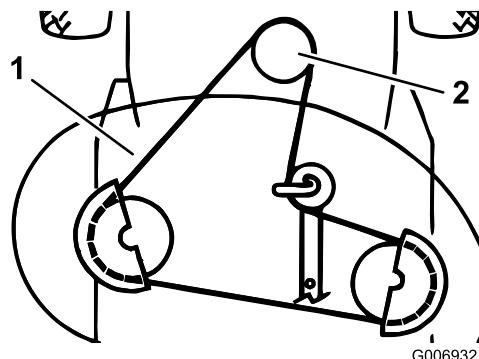

Figura 41
14. Retire la correa del cortacésped de la polea del embrague eléctrico (Figura 41).
15. Retire la correa del cortacésped de la polea inferior del motor (Figura 41).